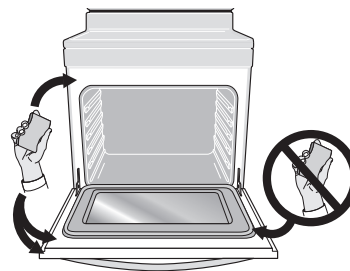

Figure 23 : Nettoyer la partie autour du joint de la porte du four
- Ne nettoyez pas le joint de la porte du four (Figure 23). Le joint tissé est essentiel à la bonne étanchéité du four. Prenez soin de ne pas frotter, endommager ou retirer le joint.
- Nettoyez toute saleté sur le cadre du four, le revêtement de la porte autour du joint et la petite surface située au centre, devant, sur la sole du four. Ces zones chauffent suffisamment pour que la saleté y brûle. Nettoyez-les avec de l'eau et du savon. Ces zones sont indiquées en blanc (Figure 23).